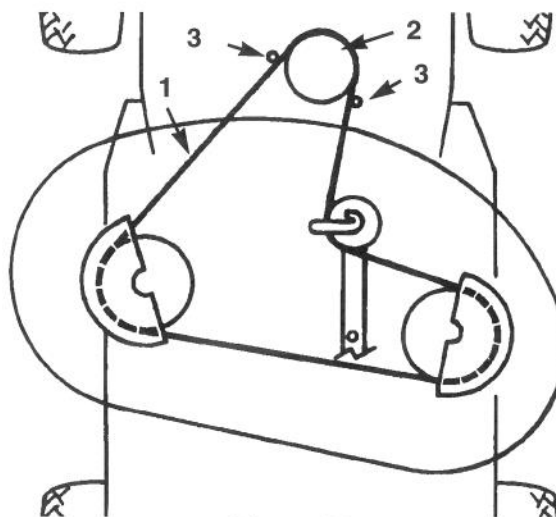

Figure 43
10. Déposer la courroie de la poulie inférieure du moteur de la tondeuse (Fig. 43). La courroie peut être déposée en écartant avec précaution le(s) guide(s) de la poulie. Si cela est trop difficile, desserrer les boulons et les écrous de fixation des guides de la courroie.
4. Poser la courroie de la tondeuse sur la poulie inférieure du moteur (Fig. 43). La courroie peut être posée en écartant avec précaution le(s) guide(s) de la poulie. Si cela est trop difficile, desserrer les boulons et les écrous de fixation des guides de la courroie.